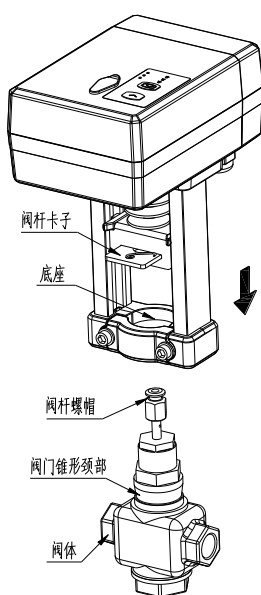
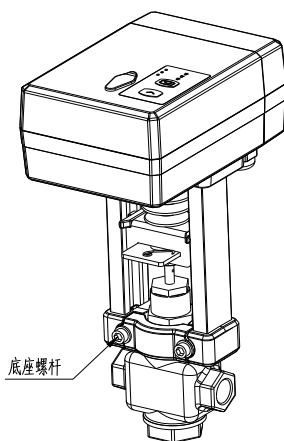

图 1
图 2
接线端子定义如下表。由于产品具有多种选型，实际接线应按照产品上的接线图接线。该表中的“向下动作”和“向上动作”是指执行器在垂直安装时(见图 1-图 4)的动作方向。
2. 上述描述中的“上”和“下”是指当执行器垂直安装时(如下图 1-图 4 所示)所指的方向。
1. 上电自适应(SW6: OFF): 产品出厂默认为此模式。即执行器通电后直接进入此模式，此时执行器工作状态指示灯为橙色常亮，执行器将自动先向下运行直到最下端位置，再立即向上运行直到最上端位置(“上”和“下”是指当执行器垂直安装时,如下图 1-图 4 所指的方向), 再进一步运行到控制信号对应位置。如此时为“断信号”情况, 则按“断信号”程序执行。
进入: 同时长按 5s 以上, 进入本地控制模式, 指示 LED 为红色常亮。此时, 单独按 执行器向上运行, 单独按 执行器向下运行(“上”和“下”是指当执行器垂直安装时,如下图 1-图 4 所指的方向)。
1. 执行器与阀门安装固定: 如图 1, 把执行器如箭头示意方向套入阀体, 推动执行器的阀杆卡子, 对准卡入阀杆螺帽环形槽内, 并将执行器底座卡入阀门颈部锥形台阶, 如图 2, 锁紧底座螺杆, 使其牢固的与阀门安装。